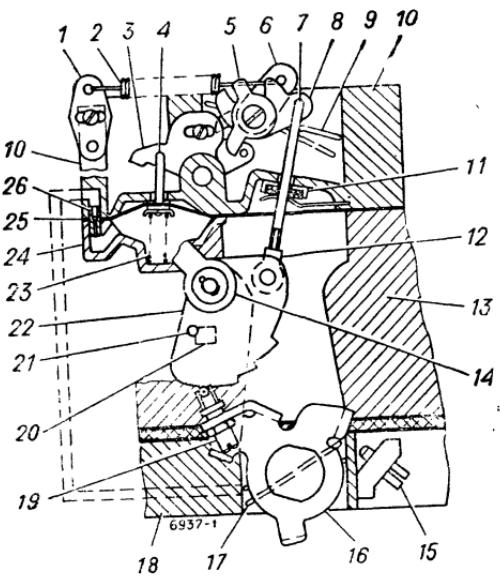

Рис. 17. Схема полуавтоматического устройства пуска и прогрева:
**Система пуска холодного двигателя** (рис. 17) — полуавтоматического типа, состоит из пневмокорректора, системы рычагов и